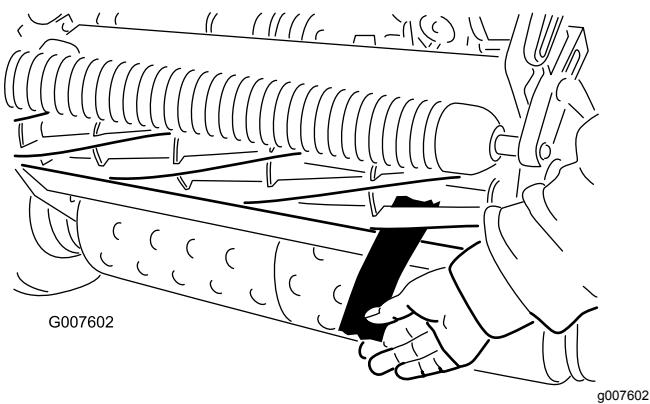

Рисунок 48
12. Проверьте характеристики скашивания, вставив длинную полоску бумаги между барабаном и неподвижным ножом перпендикулярно неподвижному ножу (Рисунок 48). Медленно поверните барабан вперед. При этом бумага должна разрезаться.